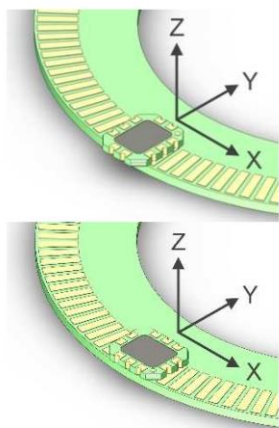

图1 XYZ坐标系。
ID4501C增量式编码器套件含编码器和码盘（图1）。该编码器是PCB机壳内的SMD型集成电路。该编码器提供A与B正交增量信号（图2）。码盘是一个无源铜带的PCB电路。用表1选择该编码器的方向。
- 空气间隙 在Z轴方向上，编码器与尺带间的距离。参见图1。